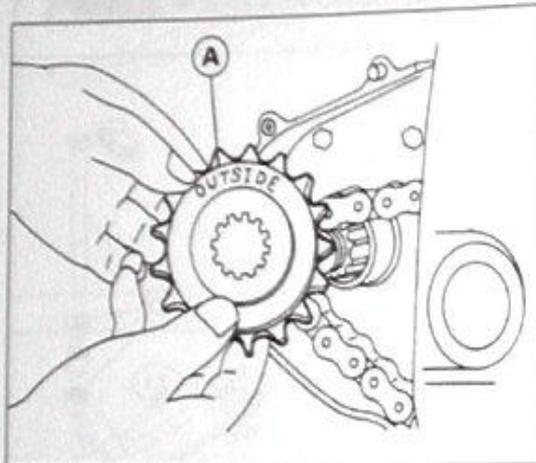

Bild 150
- Antriebsriemerv-/kette lockern (Kapitel 3.13 und 3.14) und Ritzel «A» Bild 150 samt Riemen/Kette von Nebenwelle abziehen.
-  OUTSIDE-Markierung A Bild 150 weist nach aussen.